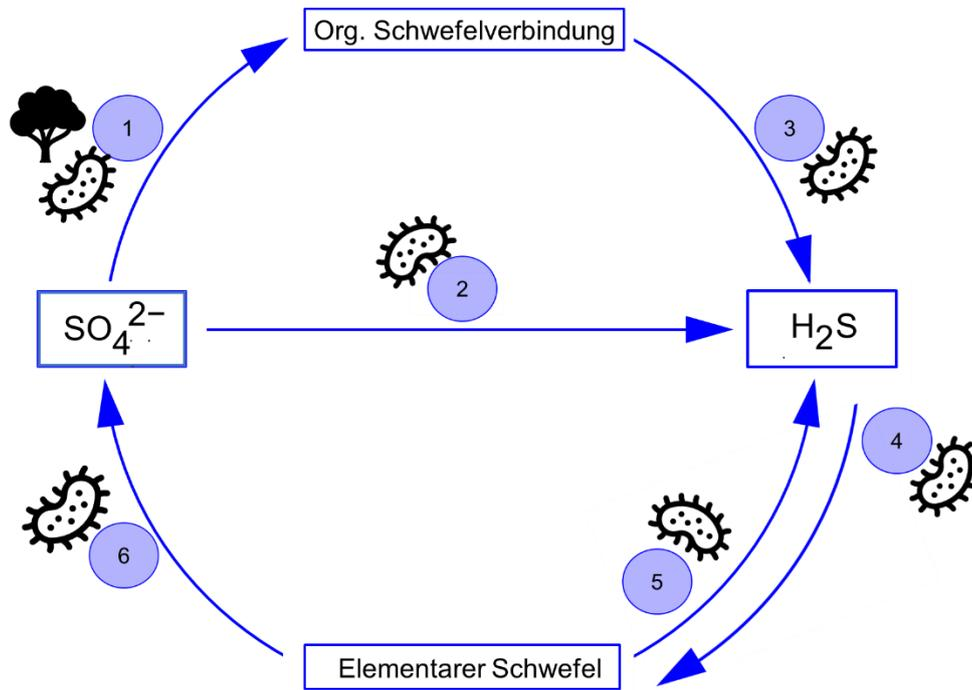

Abbildung 3: Schematische Darstellung des Schwefelkreislaufs
**Eintrag von Schwefel:** Im Gegensatz dazu wird Schwefel bei der Verwitterung schwefelhaltiger Gesteine oder bei Vulkanausbrüchen dem Kreislauf zugeführt. Neben Schwefelwasserstoff (H2S) wird auch Schwefeldioxid (SO2) während eines Vulkanausbruchs freigesetzt. Letzteres kann durch Pflanzen aufgenommen werden und in organische Schwefelverbindungen umgewandelt werden. Dies stellt eine Möglichkeit dar, wie Schwefeldioxid in den oben beschriebenen Kreislauf (Abbildung 3) eingetragen werden kann.